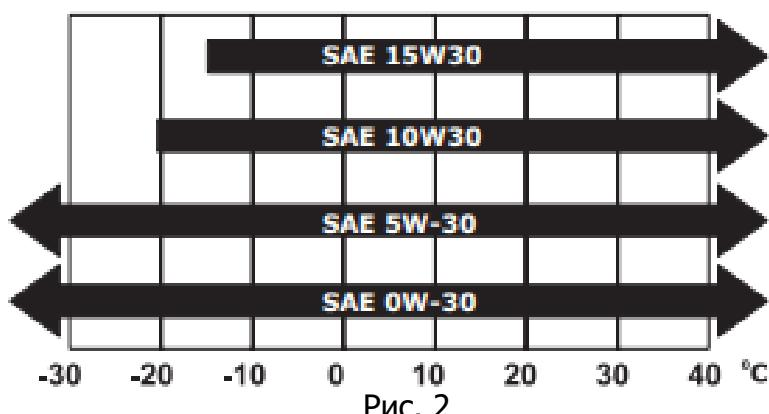

Рис. 2
- SAE 5W-30. В летний период можно использовать масло SAE 30 (Рис. 2).